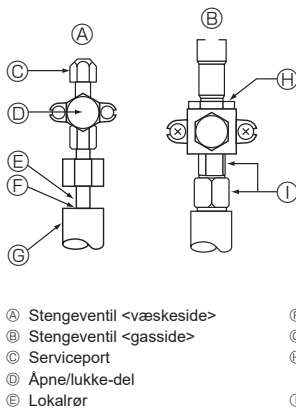

Fig. 4-4
⑤ Bruk tetningsmiddel til å forsegle endene på varmeisolasjonen rundt rørforbindelsesdelene for å forhindre at det kommer vann inn i varmeisolasjonen.
4.4. Metode for å teste om kjølemiddelrør er lufttett (Fig. 4-4)